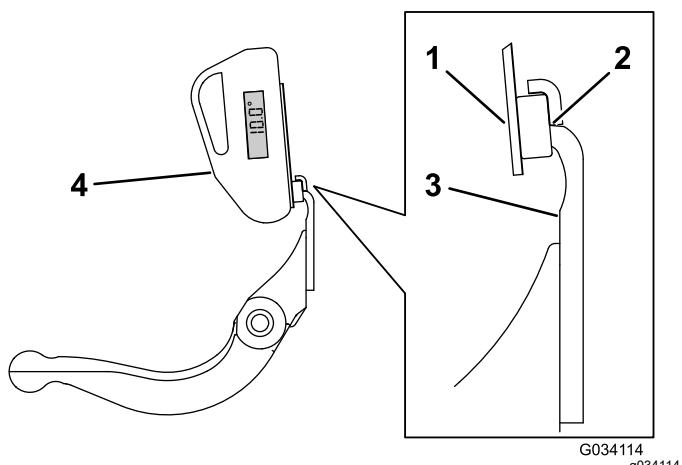

Figure 31
- Placez le support de l'indicateur d'angle sur le bord de la contre-lame de sorte à adapter le bord de l'aimant au bord de la contre-lame (Figure 31).
- Placez l'indicateur d'angle sur le support, comme montré à la Figure 31.